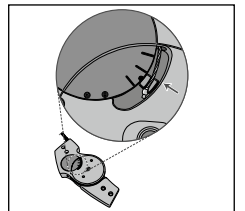

Fig. 10
16. Glissez le curseur du satellite en position automatique (Mode 1) (Voir Fig. 1) et contrôlez dans la articulation si le haut du levier s'est maintenant déplacé et est parallèle à la ligne du milieu (Voir Fig. 10).